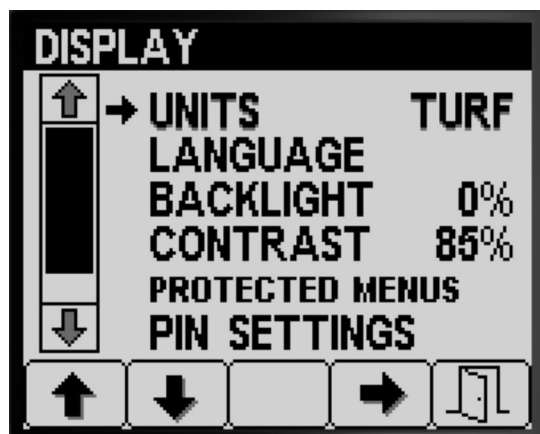

Figura 17
- Premete il pulsante 1 o 2 per navigare fino all'opzione UNITÀ (Figura 17).
2. Premete il pulsante 4 per spostarvi tra INGLESE, TAPPETO ERBOSO e unità di misura SI (Figura 17).
3. Premete il pulsante 5 per salvare l'impostazione, uscire dalla schermata UNITÀ e tornare alla schermata Impostazioni (Figura 17).